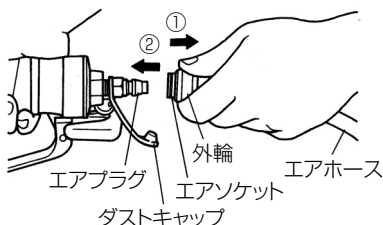

図 4
本機にエアホースを接続する場合はエアプラグからダストキャップをはずし、図 4 のように、①エアソケットの外輪を引き、②エアソケットをエアプラグにしっかりとさし込んでエアホースを接続します。（手をはなすと外輪は戻ります。）